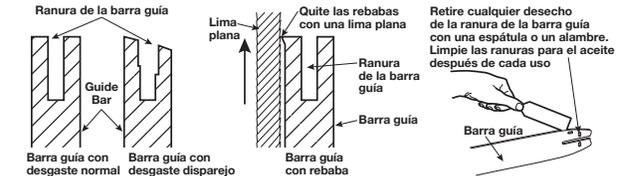

Fig. 19 Vista vertical de la ranura de la barra guía que muestra el desgaste normal y el desgaste disparejo
1. Quite la barra guía de la sierra de cadena (Fig. 19).
2. Use una espátula o cable para quitar el aserrín de dentro de la ranura de la barra guía (Fig. 19)